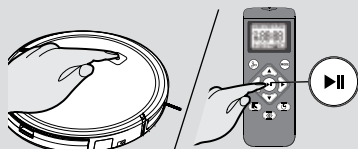

Abb. 10
2. Um den Reinigungsvorgang zu starten, drücken Sie die Ein/Standby-Taste auf dem Gerät oder die Start/Pause-Taste auf der Fernbedienung. **[Abb. 10]**